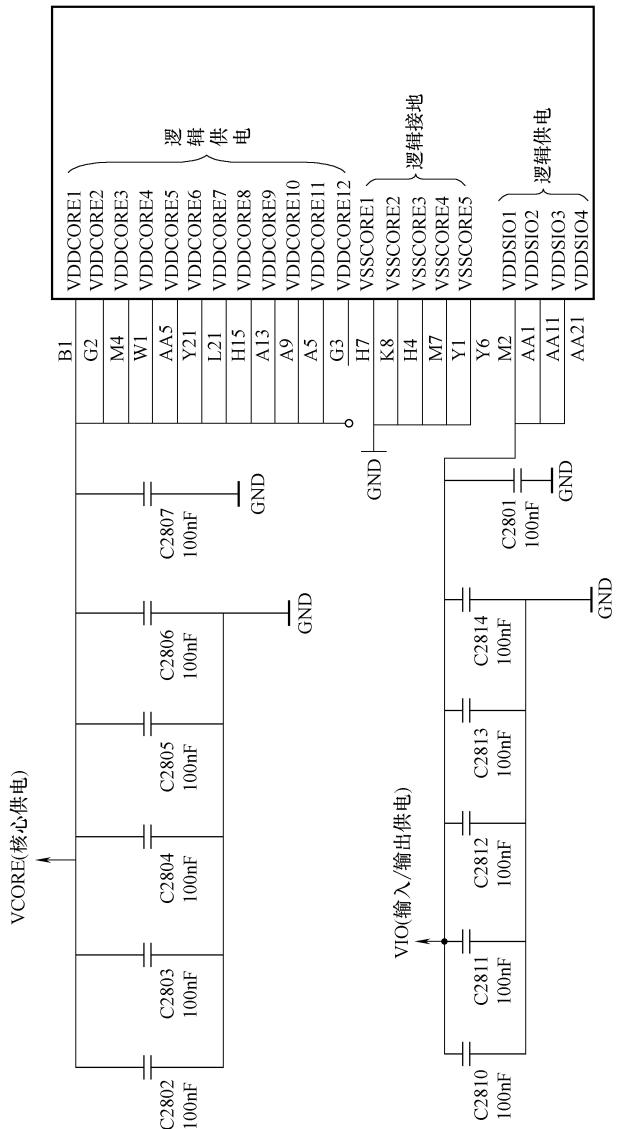

图 4-24 谢基亚手机 CPU 部分供电引脚
2) 诺基亚手机 CPU 的供电表示。如图 4-24 所示，诺基亚手机 CPU 供电引脚都是在“VDD”后面加了一个英文“CORE”，这个英文刚好和外接的英文“VCORE”相同，意义为“核心供电”，即逻辑供电。而外接的“VIO”，“I/O”为 CPU 输入/输出接口，所以该供电就是 CPU 内部接口供电，也称为逻辑供电。